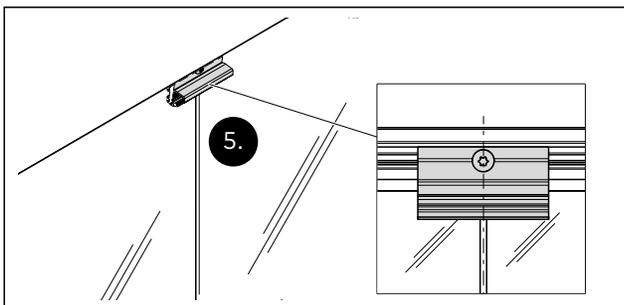

Abb. 37 Die Position der Glas-Klemmstücke auf der Fuge zwischen dem Oberlicht und einem Seitenteil
- Die Glas-Klemmstücke im waagerechten Aufnahmeprofil auf die Fuge zwischen Oberlicht und Seitenteil anbringen und fixieren (Abb. 37).